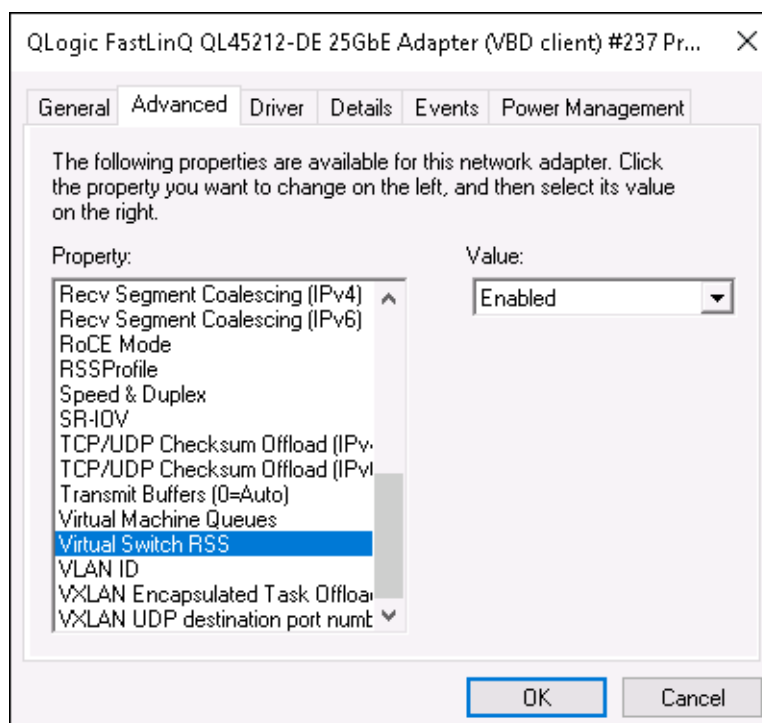

Abbildung 9-13. Erweiterte Eigenschaften: Aktivieren von RSS auf dem virtuellen Switch
2. Wählen Sie auf der Seite „Advanced Properties“ (Abbildung 9-13) (Erweiterte Eigenschaften) unter **Property** (Eigenschaft) die Option **Virtual Switch RSS** (RSS für virtuellen Switch) aus und setzen Sie den Wert auf **Enabled** (Aktiviert).